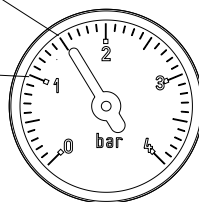
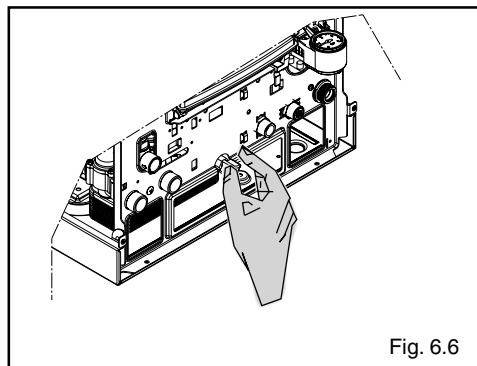

Fig. 6.4
Fig. 6.6
- aprire il rubinetto di riempimento (fig. 6.6) fino a che la lancetta dell'idrometro ritorni al valore di pressione corretto, tra 0,6 e 1,5 bar (fig. 6.4).